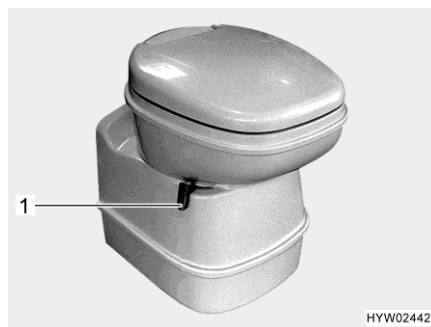
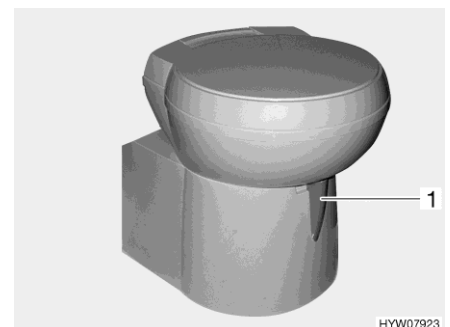

Fig. 281 Tazza del WC Thetford, orientabile
Fig. 282 Tazza del WC Thetford, orientabile (alternativa)
- Prima di tirare l'acqua, aprire il cursore della toilette Thetford. A tal fine girare la leva del cursore (Fig. 281,1 o Fig. 282,1) in senso antiorario.